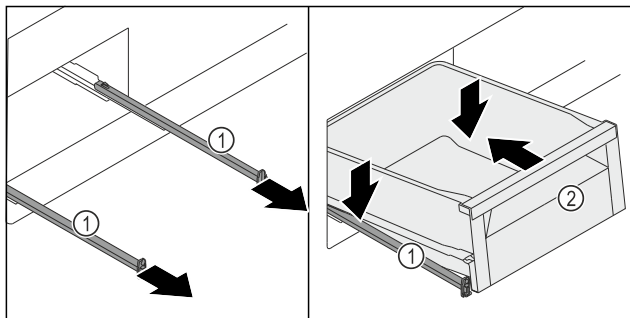

Fig. 123
- Vytiahnite koľajničky Fig. 123 (1).
- Pevne držte koľajničky Fig. 123 (1) a nasadte zásuvku Fig. 123 (2) šikmo zhora na koľajničky Fig. 123 (1).
- Posuňte zásuvku Fig. 123 (2) na koľajničkách Fig. 123 (1) až na doraz dozadu.